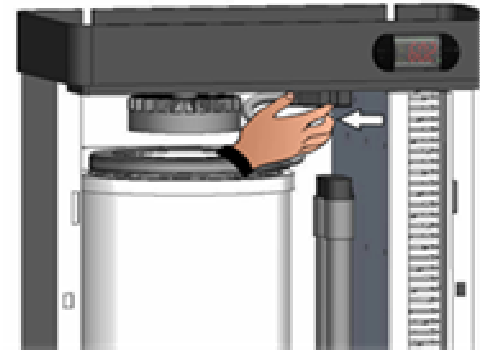

Fig. 30
4. Retirez le connecteur d'alimentation du cylindre (Fig. 30).